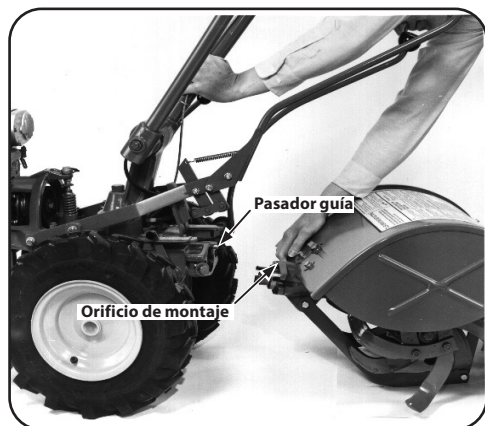

Figura 4-23
- Incline la máquina con alimentación de PTO hacia adelante aproximadamente una pulgada con una mano mientras tira del accesorio de dientes hacia atrás. Consulte la Figura 4-23.